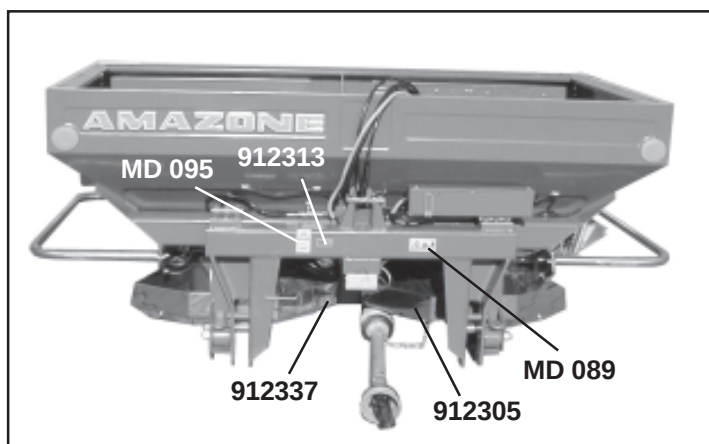
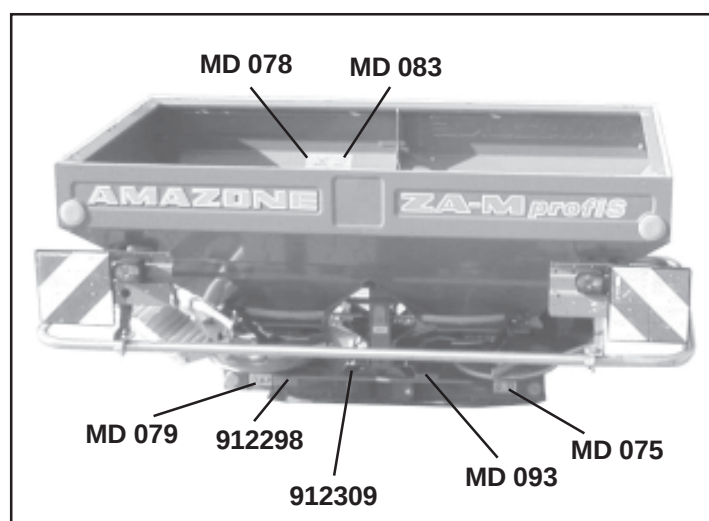

Fig. 2.1
Fig. 2.2
- Fig. 2.1 och fig. 2.2 visar placeringen av de olika varnings- och anvisningsskyltarna på maskinen. Respektive varnings- och anvisningstext finns på följande sidor.